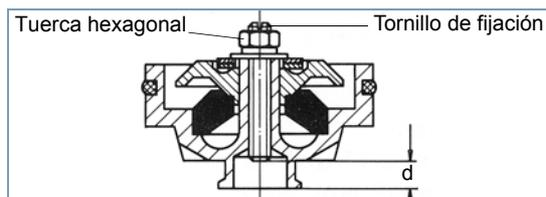

Fig. 4 Dimensión d (aparato con goma muelle)
- Ajuste de dimensiones $d = C + 0,8$ mm en el pistón de graduación mediante el tornillo de fijación (ver fig. 4).